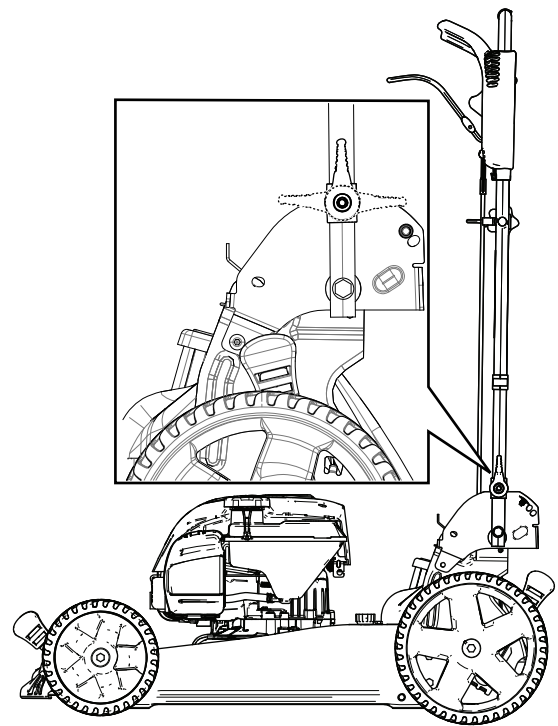

Figura 20
3. Pliegue el manillar hacia adelante, a la posición vertical o a la posición de plegado completo, según se indica en Figura 20.